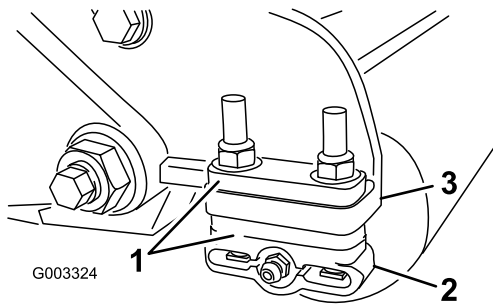

图12
- 根据剪草高度表将所需数量的隔片放在侧板安装法兰 图12 下将后滚筒支架 图12 调节到所需的剪草高度范围。